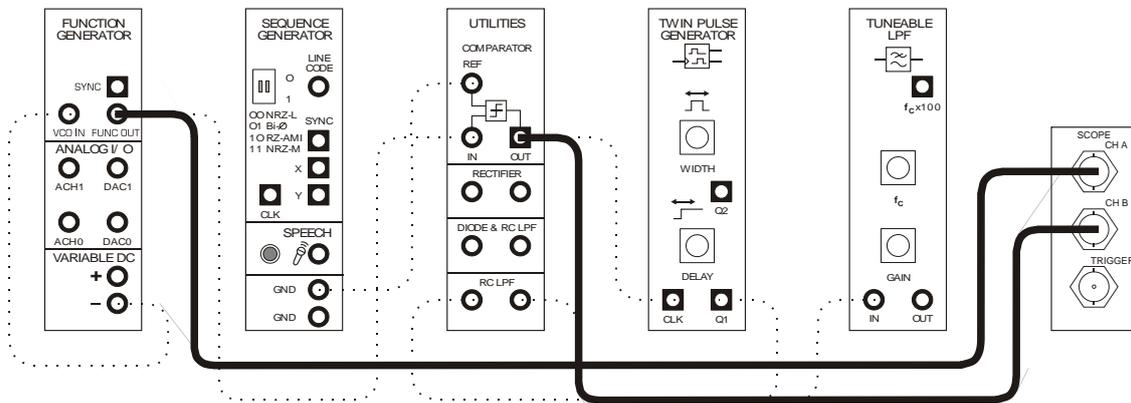

Рисунок 8
34. Измените подключение осциллографа согласно схеме, изображенной на рис. 8.